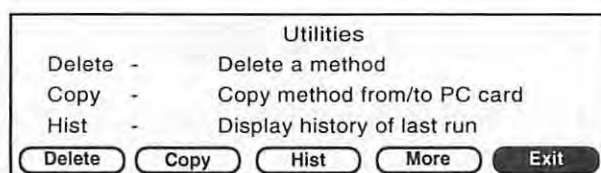

Fig. 2-30 ユーティリティースクリーン II
1. Methods Strage Card 装置側面のスロットに挿入した状態で、ユーティリティースクリーン(Fig. 1-3)より **F4** -More を選択して、ユーティリティースクリーン II (Fig. 2-30) を表示させます。